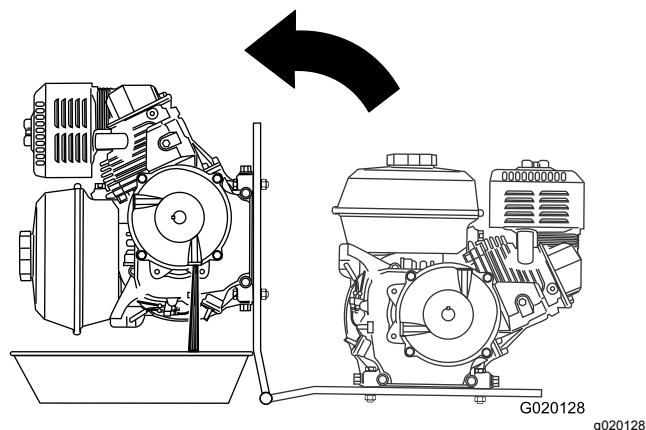

Figure 61
8. Placez un bac de vidange sous la charnière du plancher moteur (Figure 61).
9. Faites pivoter le moteur sur le côté charnière du plancher moteur et vidangez l'huile du carter réducteur (Figure 61).